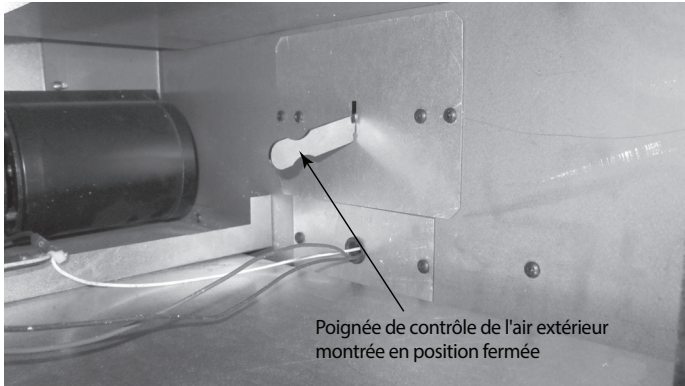

Figure 3.20 Poignée d'air extérieure illustrée sur le côté droit
- Ouvrez l'arrivée d'air extérieur en ouvrant le panneau d'accès inférieur et repérez la poignée d'air extérieur (elle peut se trouver à gauche ou à droite). Soulevez la poignée et tirez pour ouvrir. Voir la figure 3.20.